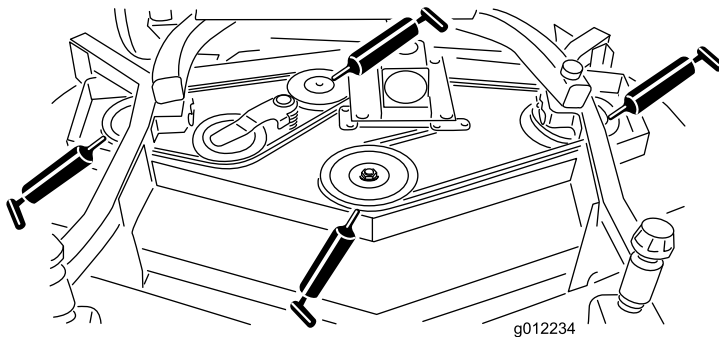

図 21
- ・ スピンドルのシャフトのベアリング (3ヶ所) (プーリの下) (図 21)
- ・ アイドラ・アームのシャフトのベアリング(図 21)